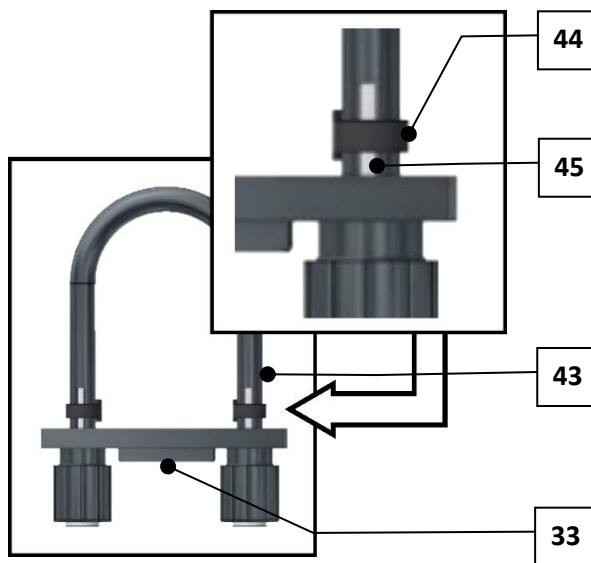

Abb. 24: Schlauchset, Markierung
- Die Markierungen an den Schlauchenden müssen vorne in der Mitte sichtbar sein (siehe Abb. 24)!